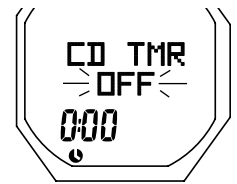

Fig. 127A - ESTADO DEL CDT (al acceder)
**ESTADO DEL CDT (temporizador de cuenta regresiva)** - Ésta es la información mostrada (Fig. 127A) -